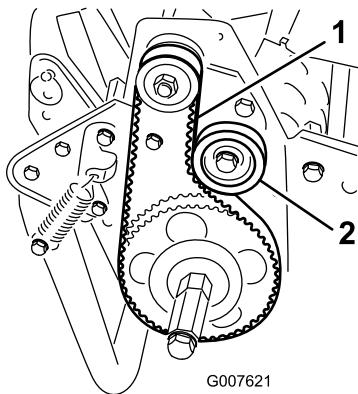

Figura 31
2. Compruebe la tensión presionando la correa en el punto intermedio entre las poleas (Figura 31) con una fuerza de 4 a 5 libras (1,8-2,3 kg). La correa debe desviarse 1/4 pulg.
- Afloje la tuerca de montaje de la polea tensora y pírote la polea tensora en el sentido de las agujas del reloj contra la parte trasera de la correa, hasta obtener la tensión deseada (Figura 31).